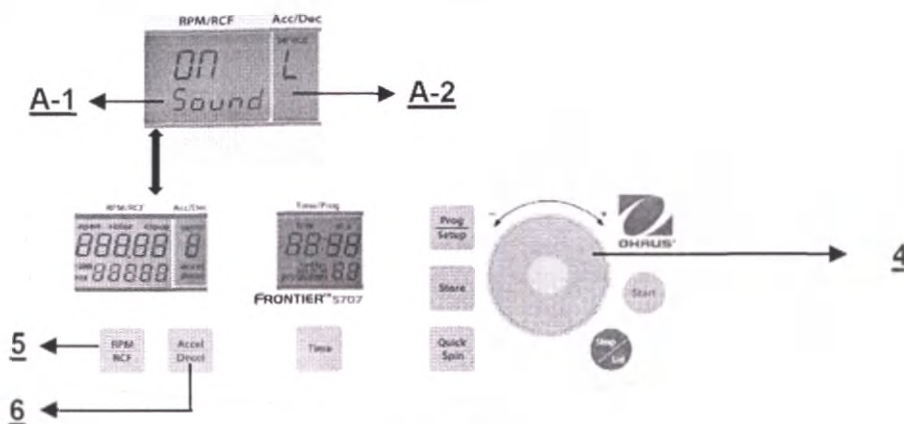

Рис. 29
Включите режим установки параметров, как указано в разделе 4.1.2, затем нажмите кнопку **Accel/Decel** (6). В поле **Acc/Dec** (A-2) будет мигать слово **Service**. С помощью сенсорного диска (4) выберите символ **L**. После этого в поле **RPM/RCF** (A-1) появится текст **On Sound**. Если нажать кнопку **RPM/RCF** (A-1), слово **On** начнет мигать. После этого с помощью сенсорного диска (4) можно выключить звуковой сигнал (см. рис. 29).